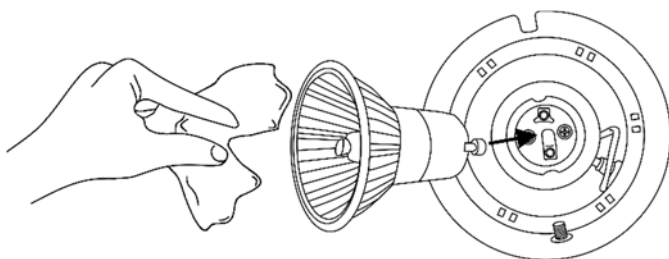

Fig. 05
- 04) Insert the lamp (fig. 05).